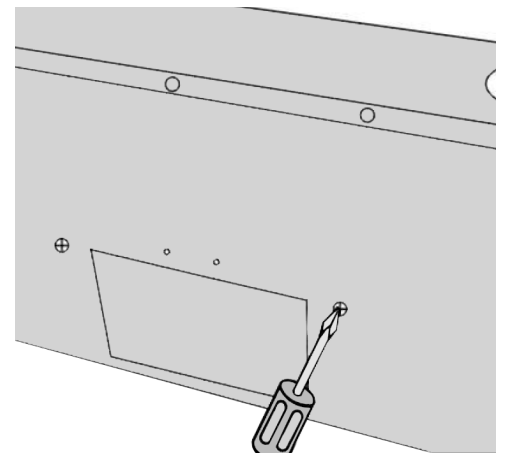

Figure 9
- Installez les 4 vis pour tenir le moteur – utilisez un tournevis pour effectuer cette opération – PAS UNE PERÇEUSE, puisque cela pourrait effilocher les filages du caisson du moteur (voir figure 9).